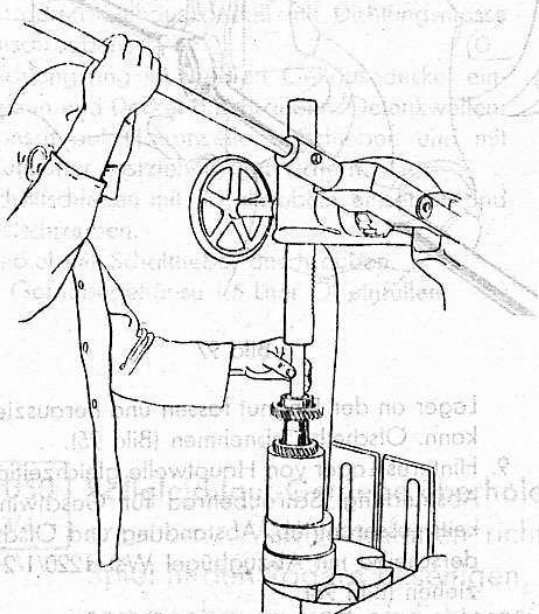

Bild 99
- 15. Schraubenrad für 3. und 4. Gang mit Kugellager mit Dornpresse abpressen (Bild 99).